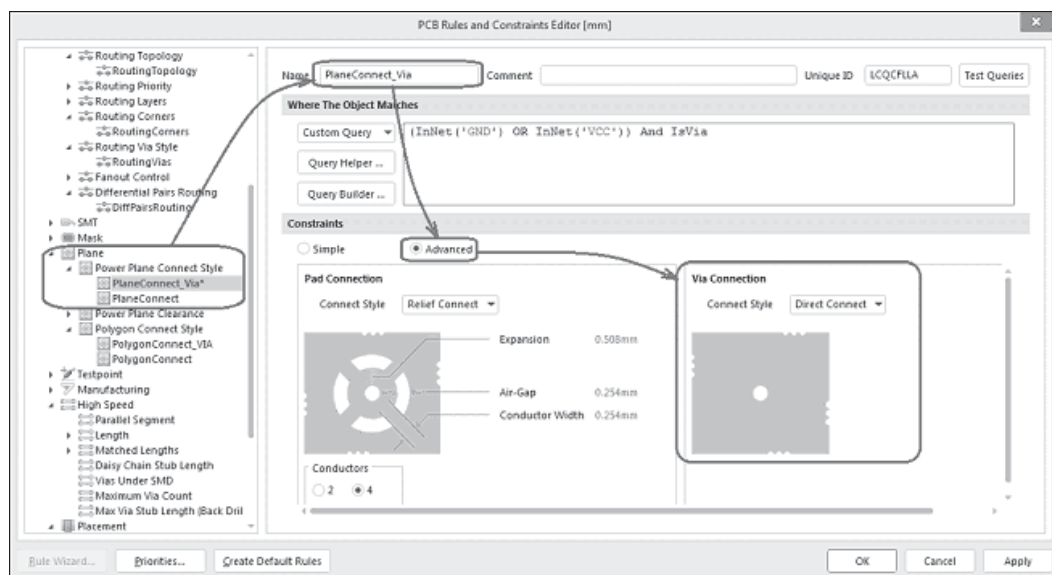

Рис. 5.10. Правило для стиля ПО на Plane-слоях
16. Для установки стиля ПО на Plane-слое войти в ветвь **Plane | Power Plane Connect Style** (рис. 5.10).